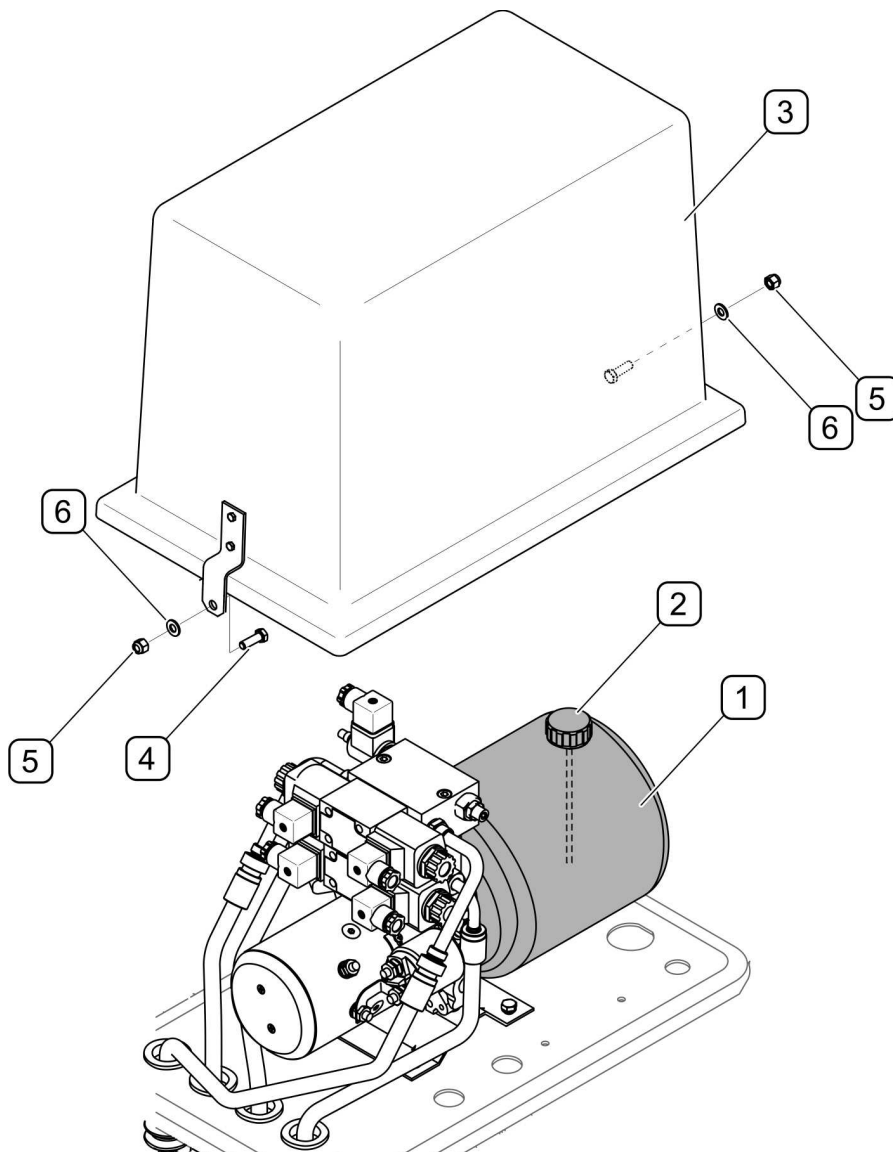

BILD 5.4 Ölstandkontrolle (Pflüge mit elektro-hydraulischer Steuerung)
(1) - Ölbehälter; (2) - Öleinfüllschraube mit Anzeige; (3) - Gehäuse der elektrohydraulischen Strpmversorgung; (4) - Schraube M8x25; (5) - Mutter M8; (6) - Unterlegscheibe 8
Der Ölbehälter (1) des Elektro-Hydraulikaggregats (BILD 5.4) hat eine Einfüllschraube (2) mit einer Ölstandanzeigestange. Um den Ölstand im Tank zu kontrollieren, wie folgt vorgehen:
- Stellen Sie den Pflug so ein, dass der Ölbehälter (1) waagrecht steht,
- Muttern (5) abschrauben und das Gehäuse (3) abnehmen,
- Einfüllschraube (2) herausschrauben und die Ölspur auf der Stangenanzeige kontrollieren.
(1) - Sicherung 20A MAXIVAL; (2) - Gehäuse; (3) - Sicherungshalter
Die Sicherung (1) der elektrischen Anlage des Pfluges (*nur bei elektrohydraulischer Steuerung*) befindet sich unter der Abdeckung der elektrohydraulischen Stromversorgung neben dem Relaiskasten (BILD 5.4). Um die Sicherung zu überprüfen, entfernen Sie das Gehäuse (2) und nehmen Sie es dann aus dem Sockel (3) heraus. Im Falle einer Beschädigung eine neue 20A MAXIVAL-Sicherung einsetzen.